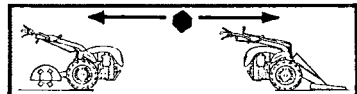

Fig. 6 - Ters çevirme kolu (Sadece rever-sible modellerde)
12) Ters çevirme kolu (Fig.6) (Sadece reversible modellerde)